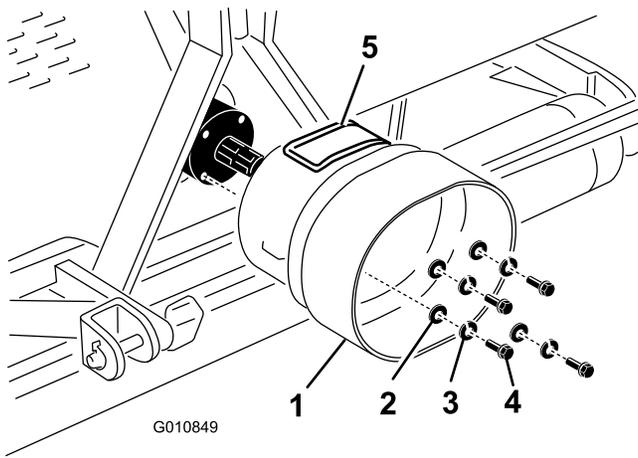

图19
1. 卸下固定至打孔机齿轮箱后部的 4 个螺栓、锁紧垫圈和扁平垫圈 (图19)。
2. 用之前卸下的紧固件将 PTO 护罩安装到打孔机齿轮箱上 (图19)。安装 PTO 护罩时, 应确保检修门 (图19) 朝向上面或侧面, 具体取决于打孔机机架配置。
**注意:** 检修门 (图19) 可以打开, 以便拆装 PTO 轴安装紧固件。